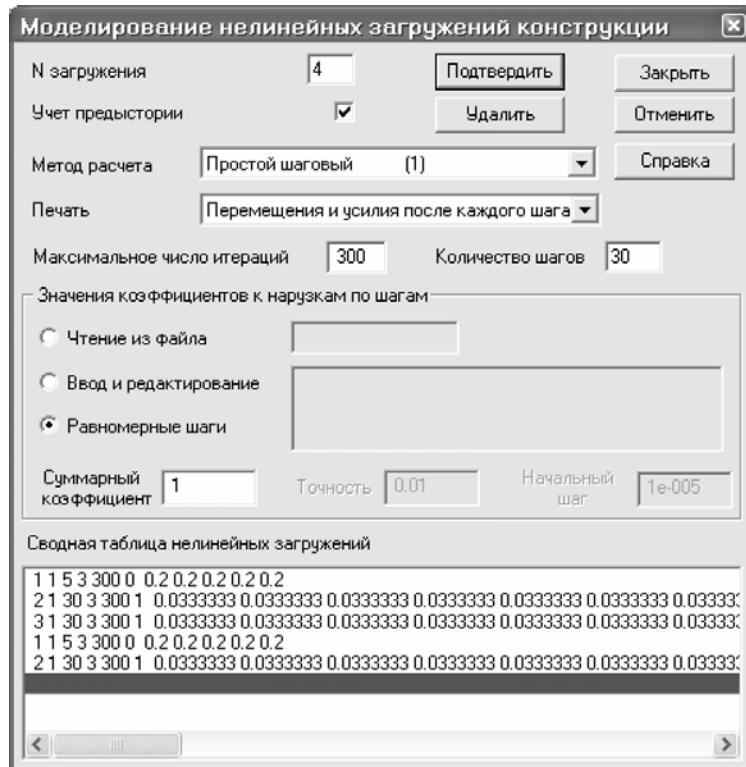

Рис.7.23. Диалоговое окно Моделирование нелинейных загружений конструкции
- Чтобы получить вторую последовательность 1; 2 и 4 загружения (полезная нагрузка во втором пролете), в диалоговом окне Моделирование нелинейных загружений конструкции (рис.7.23) для формирования первого загружения задайте следующие параметры:
- в раскрывающемся списке выберите метод расчета – Простой шаговый (1);